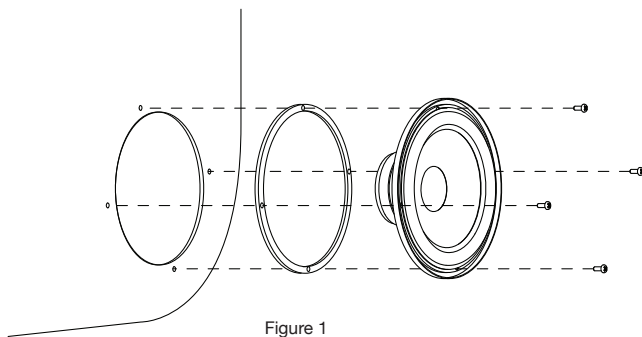

Figure 1
1. Many vehicles already have factory locations (Figure 1) to house the "DROP IN" feature of the Ti Coaxial speakers. If no existing locations are available or are not used, check the desired location for adequate cutout area and any depth obstructions. Make sure to allow sufficient clearance for window tracks, structural braces, trunk lid springs, etc.
Phoenix Gold has provided a foam mounting gasket. When installing your new component speakers in a factory location make sure to use the foam mounting gasket as shown in figure 1. For reverse mounted speakers place the foam gasket in front of the speaker. This will ensure an air tight seal for your Ti speakers.
1. De nombreux véhicules ont déjà des emplacements d'usine (Figure 1) pour la fonctionnalité "DROP IN" de la ligne coaxial Ti. Si aucun des emplacements existants n'est disponible ou s'ils ne sont pas utilisés, vérifier l'emplacement désiré pour la découpe adéquate et des obstacles en profondeur. Assurez-vous de laisser suffisamment de dégagement pour les pistes de la fenêtre, les ferrures structurales, l'amortisseur arrière, etc
Phoenix Gold a fourni un joint statique de montage en mousse. Lors de l'installation de vos nouveaux haut-parleurs coaxiaux dans une usine, assurez-vous d'utiliser les joints statiques de montage en mousse comme le montre la figure 1. Pour les haut-parleurs montés à l'envers, placez le joint en mousse en face du haut-parleur. Ceci assurera un joint étanche à l'air pour vos haut-parleurs Ti.